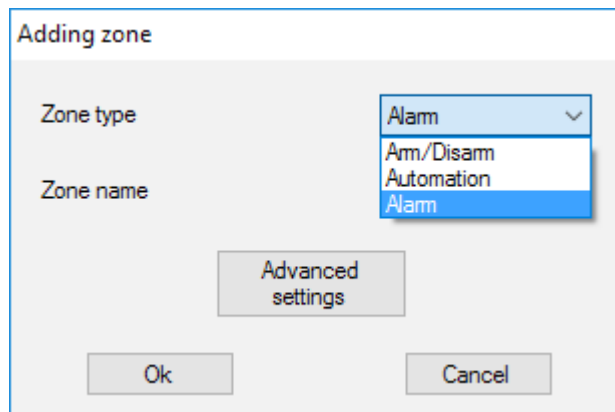

Imagen 19. Seleccionar el tipo de zona
4. Las zonas se dividen en 3 tipos: **zonas de alarma, zonas de automatización y zonas de armado/desarmado** (Imagen 19). El tipo de zona se selecciona cuando se crea la zona, consulta el párrafo **Manejo de sensores**.